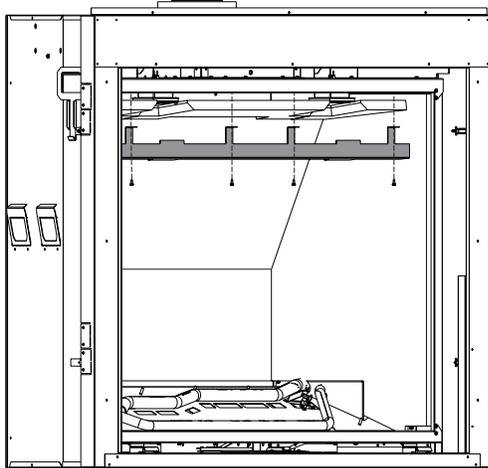

Figure 70
3. Retirer le support de doublage supérieur ainsi que ce dernier. **Voir Figures 70 et 71.**